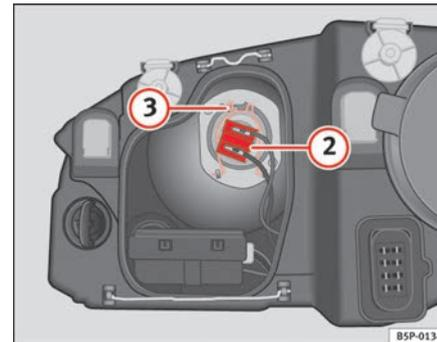

Fig. 180 Luz de cruce
- Extraiga el conector ⇒ página 271, fig. 180 ② de la lámpara.
- Desenganche el resorte retentor ⇒ página 271, fig. 180 ③ presionándolo hacia dentro y a la derecha.